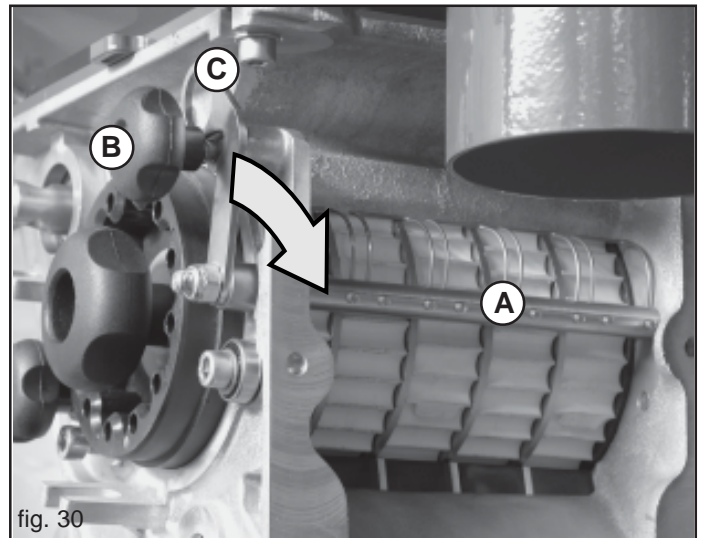

fig. 30
Gli elementi elastici pulenti (A, Fig. 30) vengono usati con il rullo dosatore di colore giallo (mod. F25-125) durante la distribuzione di semi oleosi.
... allentare il pomello (B, Fig. 30), estrarre le leve (C) dalla propria sede e spostarle nel senso della freccia.
- 1) Allentare e togliere il pomello (B, Fig. 30), e spostare la leva (C) nel senso della freccia.